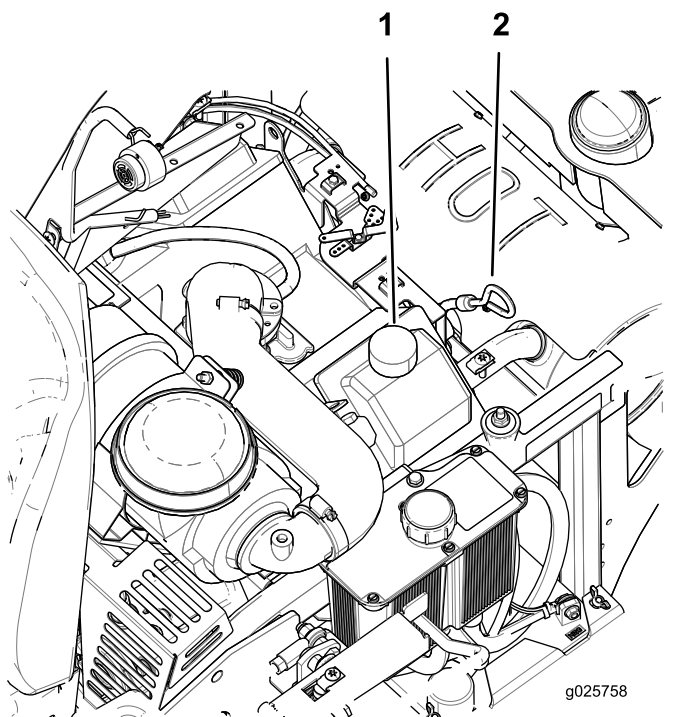

Figura 40
4. Pentru a ine murdăria, iarba tăiată etc. departe de motor, curățați zona din jurul buonului rezervorului de ulei și al jojei înainte de a o scoate (Figura 40).
8. Dacă nivelul uleiului este scăzut, tergeți zona din jurul buonului de umplere cu ulei, îndepărtați buonul și umpleți până la marcajul **plin** de pe joja (Figura 40).
5. Turnați încet aproximativ 80% din uleiul specificat în tubul de umplere și adăugați lent ulei suplimentar pentru ca acesta să ajungă la marcajul **plin** al jojei (Figura 40).
6. Porniți motorul și conduceți pe o suprafață plată. Verificați din nou nivelul uleiului (Figura 40).